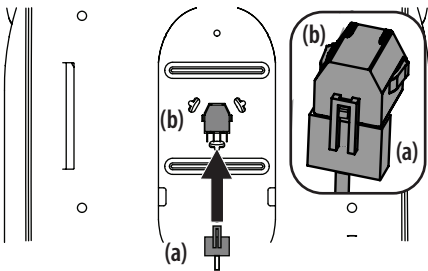

Figure 6
3. Si nécessaire, connectez en toute sécurité le faisceau de fils du commutateur du siège (a) au commutateur du siège (b). Consultez la Figure 6. Éloignez en toute sécurité l'excédent de fil des points de pincement avant de continuer.